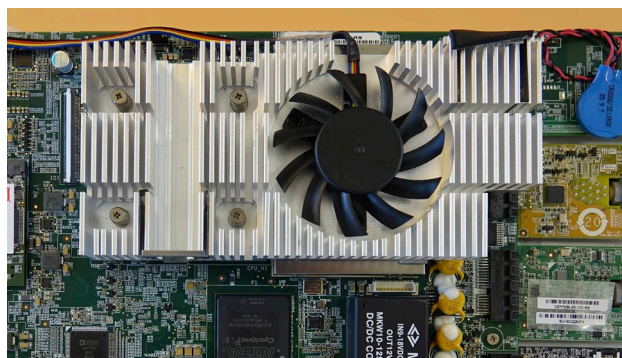

Figura 25 Montați ventilatorul.
e) Introduceți noul ventilator cu cablul orientat către marginea superioară a monitorului (Figura 25)